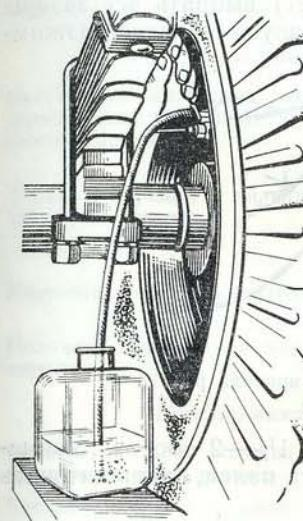

Рис. 219. Прокачка тормозной системы
3. Снять с перепускного клапана тормозного цилиндра правого заднего колеса защитный резиновый колпачок и надеть на клапан специальный резиновый шланг длиной около 400 мм. Другой конец этого шланга опустить в стеклянный сосуд емкостью $\frac{1}{2}$ литра, заполненный наполовину тормозной жидкостью (рис. 219).